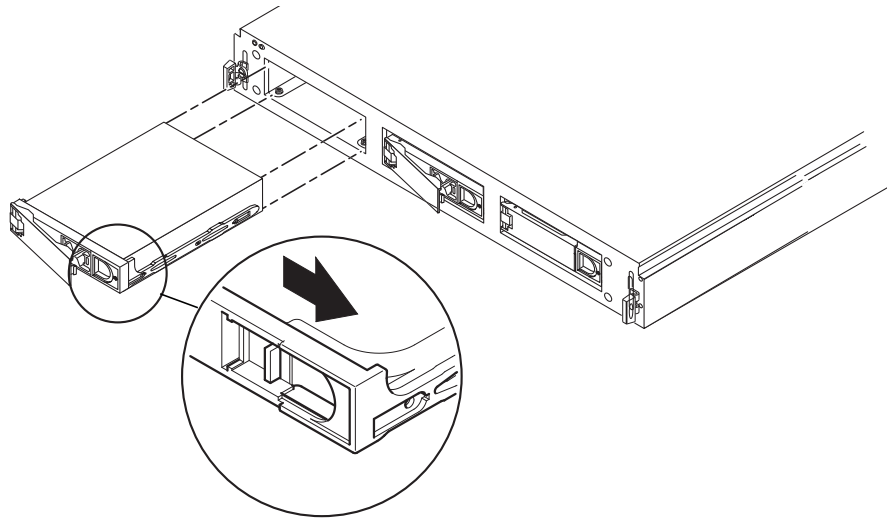

ABBILDUNG 4-3 Entfernen und Ersetzen eines Festplattenlaufwerks
4. Entriegeln Sie den Verriegelungsgriff des Laufwerks, indem Sie den Griff in die in ABBILDUNG 4-3 gezeigte Richtung schieben.